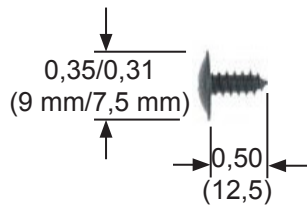

Figura 16
1. Para fijar correctamente el panel decorativo se deben emplear tornillos de madera n.º 10 con cabeza plana (vea la Figura 16). La unidad se entrega con 16 tornillos, incluidos con los manuales.